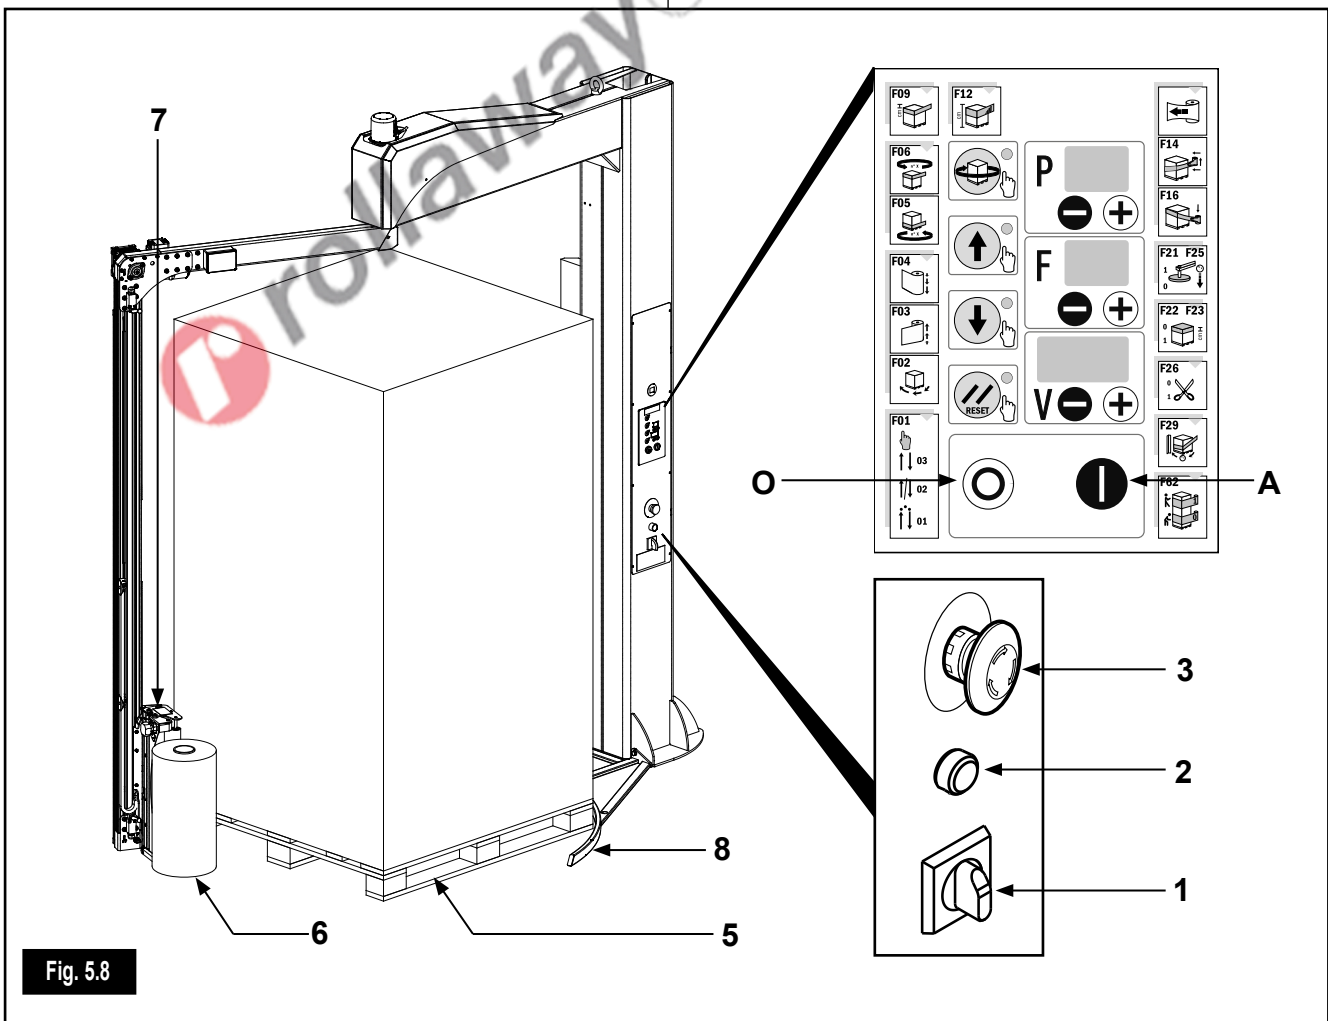

Fig. 5.8
- Posizionare correttamente il pallet nella postazione di avvolgimento (5) appoggiandolo alle battute meccaniche (8) (vedi Fig.5.8);
- verificare la presenza della bobina (6) nell'apposito albero portabobina e controllare il corretto percorso del film, secondo lo schema indicato sulla targhetta (7), per la configurazione del carrello in uso;
- accendere la macchina ruotando l'interruttore generale (1) in posizione I-'ON' e premere il pulsante di ripristino (2) per abilitare la macchina.
- premere il pulsante START (A);
L'arresto ciclo della macchina viene comandato agendo sul pulsante STOP (O) (Fig.5.8) del pannello di controllo.
- Correctly place the pallet in winding station(5) placing near the mechanical stops (8) (Fig. 5.8);
- check that there is a roll of film (6) on the roll-holder shaft and check that the film is correctly routed according to the diagram (see plate (7) indicated for the carriage being used;
- turn **ON** the panel using the main switch (2) and press the reset button (2) to enable the machine;
- press the START button (A);
Press STOP (O) (Fig.5.8) on the operator terminal to stop machine at the end of its current cycle.